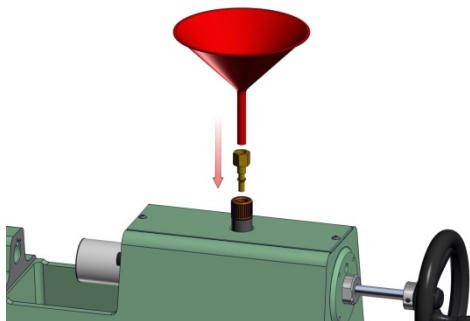

Figura 6.3.1
2. Encaixe o pino de ligação (Item 8, Figura 7.1) no acoplamento do tampão onde o indicador de pressão é normalmente montado. A utilização de um funil também é recomendada. Consulte a Figura 6.3.1. em baixo.